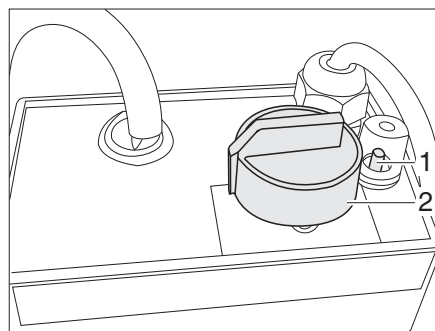

Fig. 120 Régulateur du chauffage électrique du plancher
- Tourner le bouton tournant (Fig. 120,2) sur la température souhaitée.
- Tourner le bouton tournant (Fig. 120,2) sur la position "0".
Quand le régulateur est surchargé, la protection contre les surcharges se déclenche. La goupille (Fig. 120,1) sort de son logement.
- Enfoncer la goupille (Fig. 120,1) de la protection contre les surcharges, une fois que le régulateur est refroidi.